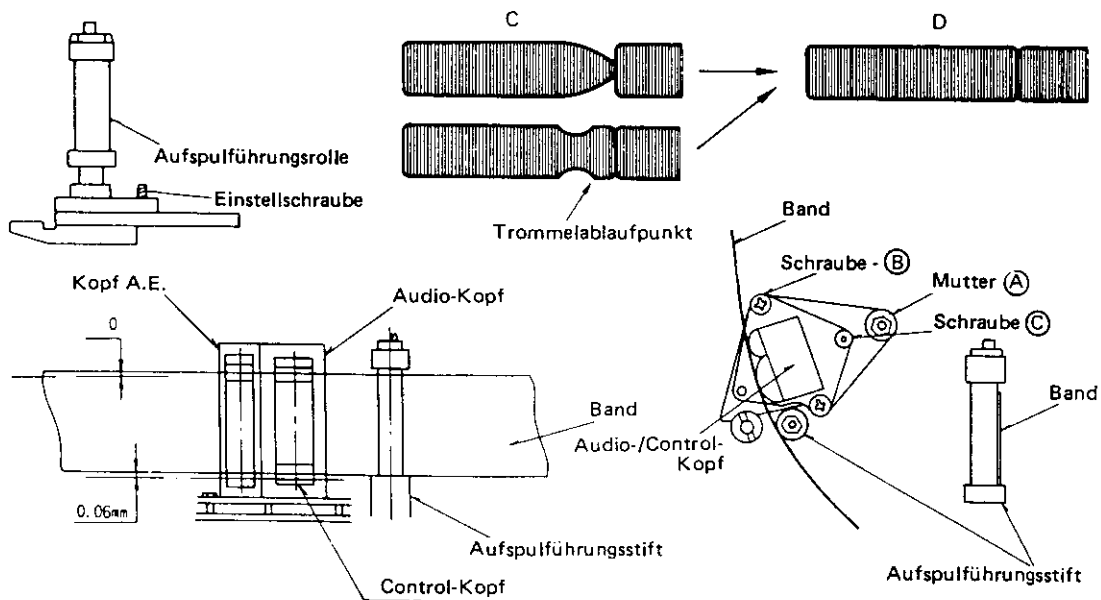

Abb. 2-20
11. Die FM-Amplitude am Ablaufpunkt des Bandes von der Trommel ist auf die gleiche Weise einzustellen wie für den Auflaufpunkt A. Hat die FM eine Form entsprechend C in Abb. 2-20, so muß die Aufspulführungsrolle so eingestellt werden, daß eine Amplitude entsprechend "D" erzeugt wird.
12. Hebt sich das Band vom Aufspulführungsstift ab oder knittert, so muß die Schraube C des Audio-/Control-Kopfes entsprechend Abb. 2-20 eingestellt werden.
13. Gleichzeitig muß die Höheneinstellmutter A des Audio-/Control-Kopfes gedreht und die Höhe des Kopfes entsprechend dem Band eingestellt werden. Das Band muß entsprechend den in Abb. 2-20 angegebenen Kriterien angehoben oder abgesenkt werden.